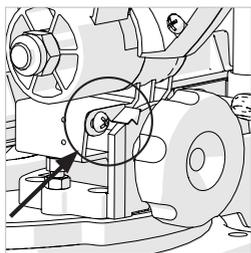

Fig. 7
- Accertarsi che la testina di taglio poggi verticalmente contro la rispettiva battuta e che l'indicatore dell'angolo di inclinazione indichi 0° sulla scala graduata. **(Fig. 7)**